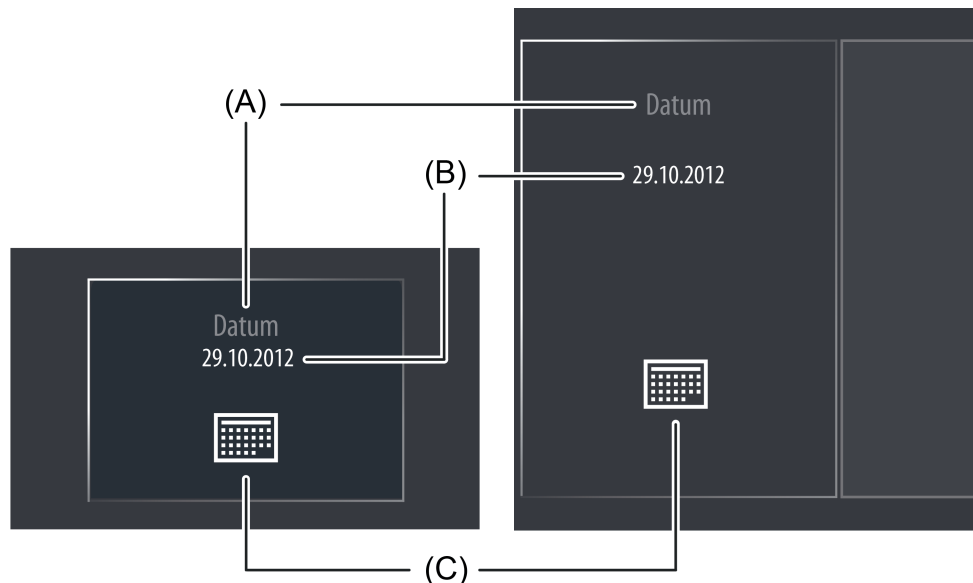

Bild 46: Beispiel für ein Anzeigeelement der Funktion "KNX Datum"
Der Anzeigebereich enthält verschiedene Darstellungselemente (Bild 46), die durch Parameter beeinflusst werden. Jeder KNX Funktion kann in der Konfigurationssoftware eine Bezeichnung vergeben werden (A). Diese Text-Bezeichnung wird im Anzeigeelement zentriert zur Anzeige gebracht, wodurch steuerbare KNX Funktionen für den Anwender kenntlich gemacht werden (z. B. "Datum"). Die Anzeige des Datums (B) erfolgt darunter. Der Parameter "Anzeigeformat Datum" definiert die Formatierung des Darstellungselements und erlaubt die Anpassung der Datumsanzeige an internationale Systeme. Im unteren Anzeigebereich wird statisch ein Kalendersymbol (C) eingeblendet.